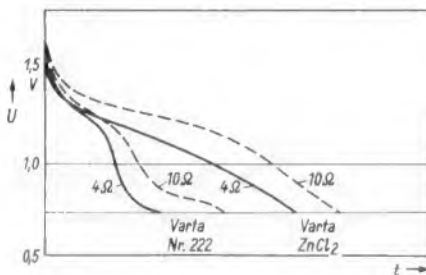

Bild 2. Verlauf der Spannung beim stetigen Entladen von Mignonzellen über  $4 \Omega$  und  $10 \Omega$  (gestrichelt)
**Kontinuierliche Entladung.** Bei einer Dauerentladung über  $4 \Omega$ , die etwa dem Betrieb eines tragbaren Tonbandgerätes entspricht, fällt die Spannung einer bisherigen Hochleistungszelle bald sehr steil unter  $1 \text{ V}$  ab (Bild 2). Die Zinkchloridzelle hat dagegen eine bedeutend höhere Kapazität. Bei  $10 \Omega$  Belastung (gestrichelte Kurven in Bild 2) werden die Verhältnisse etwas günstiger.